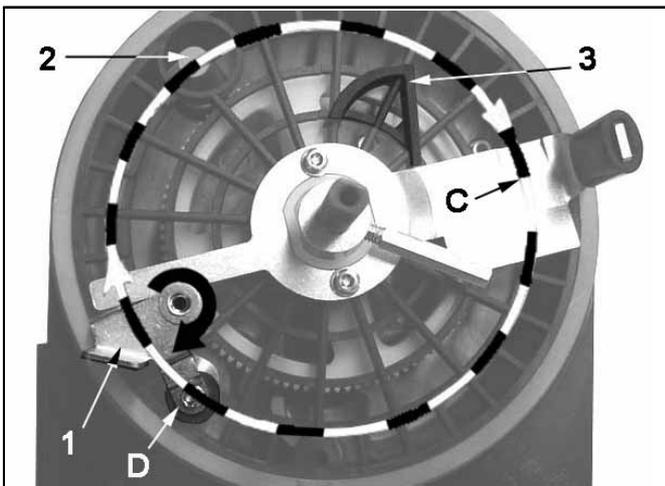

Abb. 8-2 Fortsetzung: Komponenten der Leermelde-Einheit (Behälter leer)
- Es kann **nicht** zu einer berührungslosen Betätigung des Magnetschalters 2 (Abb. 8-2) kommen.
- Ist kein Gegendruck durch den Schmierstoff vorhanden, bleibt der Rundmagnet 1 (Abb. 8-2) nach dem Überfahren des Steuermockens 3 in der äußeren Umlaufbahn C.
- Das Leitblech mit dem Rundmagneten 1 bleibt ausgeleckt (D).